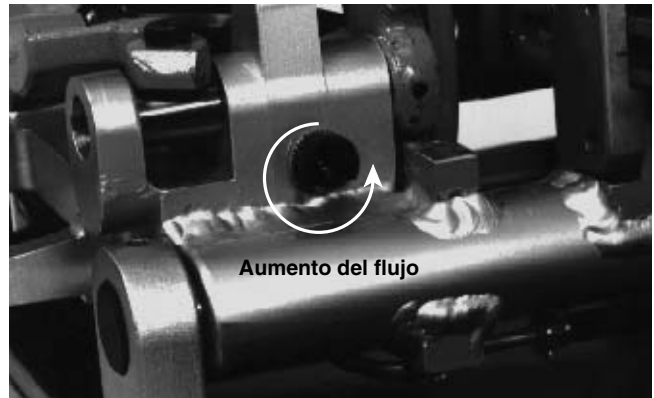

Figura 6 – Regulación del flujo de aceite
**iNOTA!** Las máquinas No. 1215 cuentan con un sistema de lubricación automática que suministra aceite a la pieza de trabajo a través del cabezal de terrajas. El flujo de aceite puede regularse con la válvula de control del flujo de aceite ubicada en la parte trasera del carro (Figura 6).